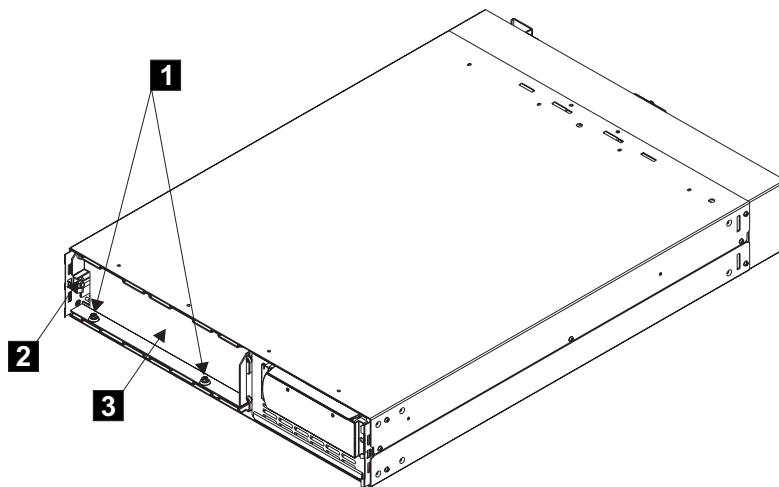

図 209. バッテリー保持ブラケットの取り外し
- c. ブラケットの左端にある 2 個のボルト **1** と追加ナット **2** を取り外します。図 209 を参照してください。